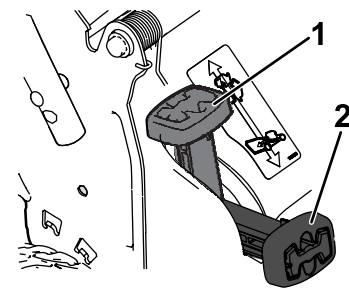

Bild 15
- **Zum Sammeln des Schnittguts und Laubs** drücken Sie die Taste am Hebel für den zuschaltbaren Fangkorb und bewegen den Hebel nach vorne, bis die Taste am Hebel herausspringt (Bild 15).
Hinweis: Nehmen Sie ggf. den Fangkorb von der Maschine ab, bevor Sie das Schnittgut hinten auswerfen, siehe Entfernen des Fangkorbs \(Seite 15\). Der Hebel für den zuschaltbaren Fangkorb sollte in der BAGGING-Stellung sein, wie in Bild 15 abgebildet.